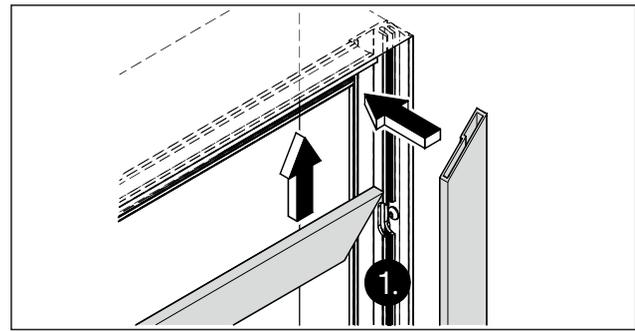

Abb. 22 Beispiel für die Montage der Fixverglasungs-Adapterprofile auf Eckstoß mit Gehrung
- Die Fixverglasungs-Adapterprofile positionieren (Abb. 22).